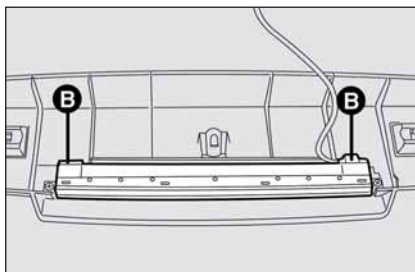

fig. 34
- premere le linguette di ritegno **B**-fig. 34 e sfilare il portalampade;
- reinserire il portalampade nel gruppo accertandosi dell'aggancio della linguette di ritegno **B**-fig. 34.